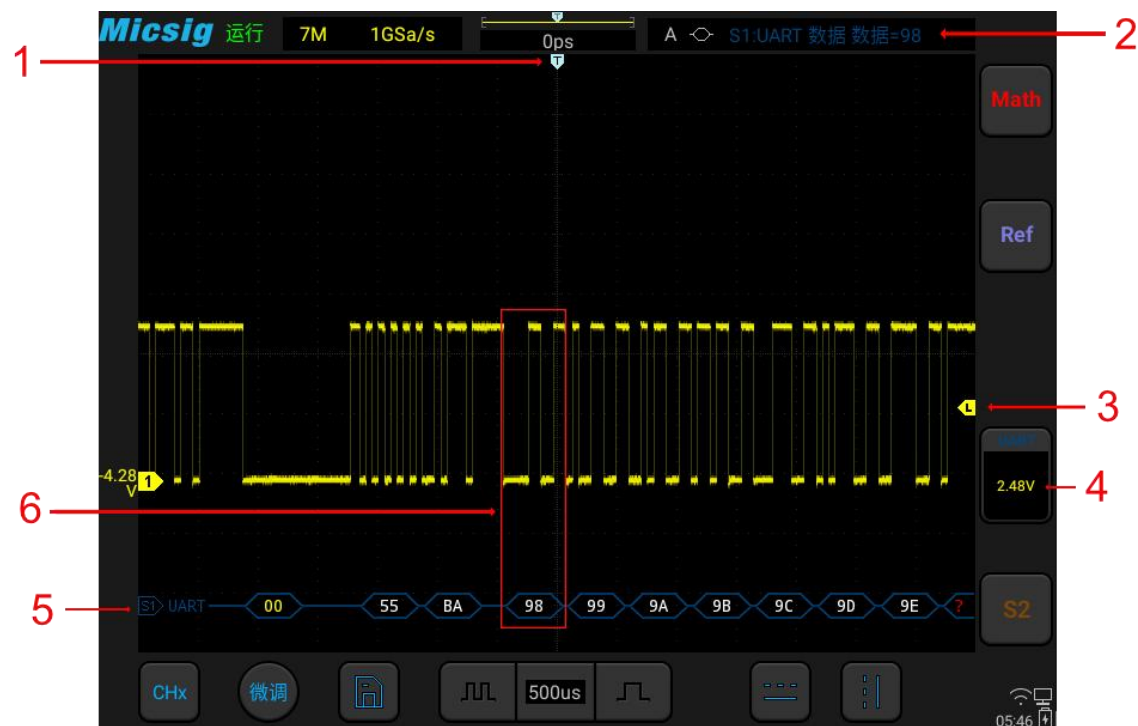

图 12-8 UART 图形界面
- (1) 轻点 S1 打开解码通道, 向左轻扫 S1 打开总线配置菜单;
- (2) 选择总线类型为 “UART”, 依次点选 “Ch1”, “空闲高”, “校验无”, “8bit”, “19.2kb/s”, 显示 “十六进制”, 然后关闭菜单;
- (3) 打开触发方式设置菜单, 点选 “数据”, 条件设为 “=”, 数据内容手动输入 98, 按 “enter” 确定;
- (4) 根据信号的幅值电平调节阈值电平使信号稳定触发。UART 触发图形界面见图 12-8: